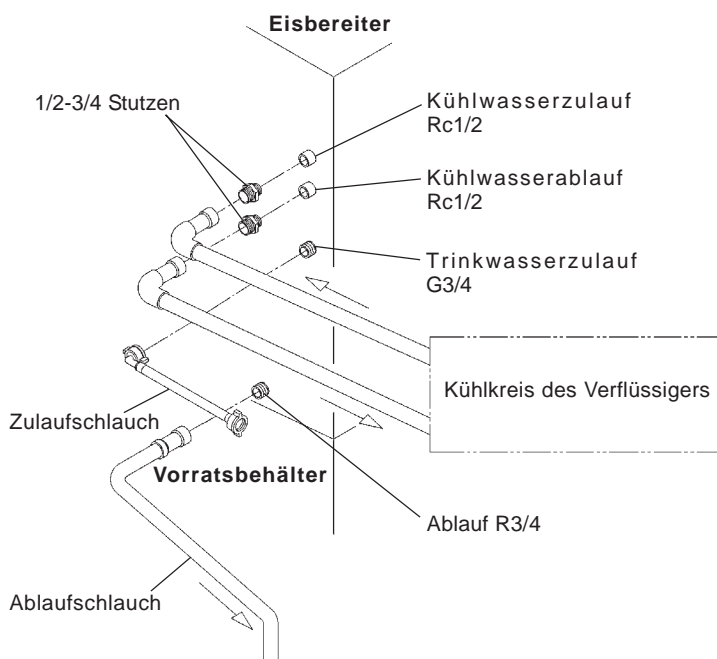

Abb. 9
[a] Standardanschlüsse nach WRC-Bestimmungen im Vereinigten Königreich (Abb. 9 und 10)
- 3) Den grauen, flexiblen Ablaufschlauch (Zubehör) wie gezeigt (Abb. 9) an den R3/4-Anschluss auf der Rückseite des Eisbereiters festschrauben. Dabei wieder darauf achten, dass der Gummidichtungsring sicher eingepasst ist, bevor man die Verbindung von Hand festschraubt. Dieser Schlauch lässt sich auf die richtige Länge, d. h. der Position des Hauptabflusses entsprechend, zuschneiden.
- 5) Verbinden Sie den Kühlkreis des Verflüssigers wie gezeigt (Abb. 9) unter Verwendung eines geeigneten steifen Schlauchs mit dem freien Ende der 1/2-3/4 Stutzen. P.T.F.E.-Band und/oder ein geeignetes Dichtmittel sind zu verwenden, um eine dichte Verbindung zu erhalten.